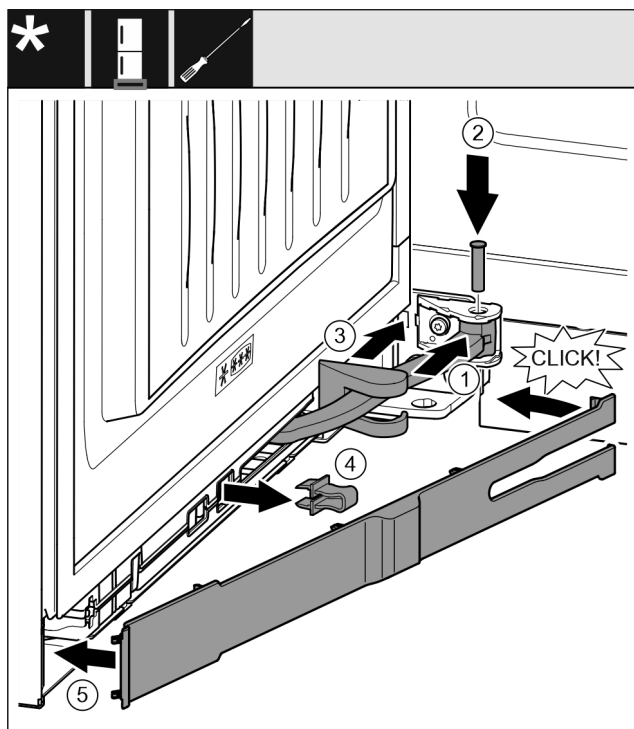

Fig. 53
- ▶ 将铰链 Fig. 53 (1) 旋转至悬挂装置。
- ▶ 用螺丝刀将螺栓 Fig. 53 (2) 插入悬挂装置和铰链。同时注意止动凸轮需正确地处于凹槽中。
- ▶ 沿着铰链推动托架盖 Fig. 53 (3)，并将其安装到悬挂装置上。
- ▶ 取下保险装置 Fig. 53 (4)。
- ▶ 将隔板 Fig. 53 (5) 放上并转入把手侧。